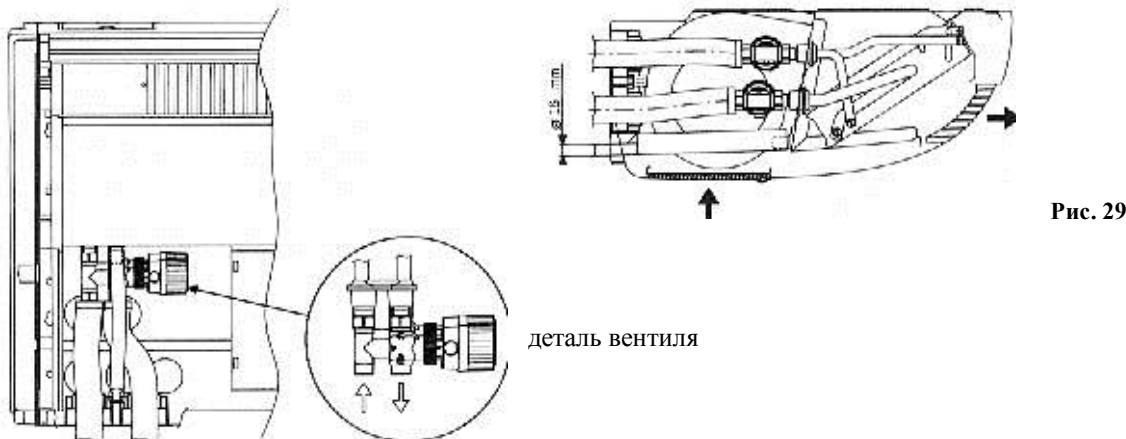

Рис. 29
**Рис. 29:** связи через тыл модуля CH41D гибкий проход труб через вертикальный вспомогательный поддон конденсата имеет просечки для Ø 37, 44 или 49 мм изолированных гибких труб.